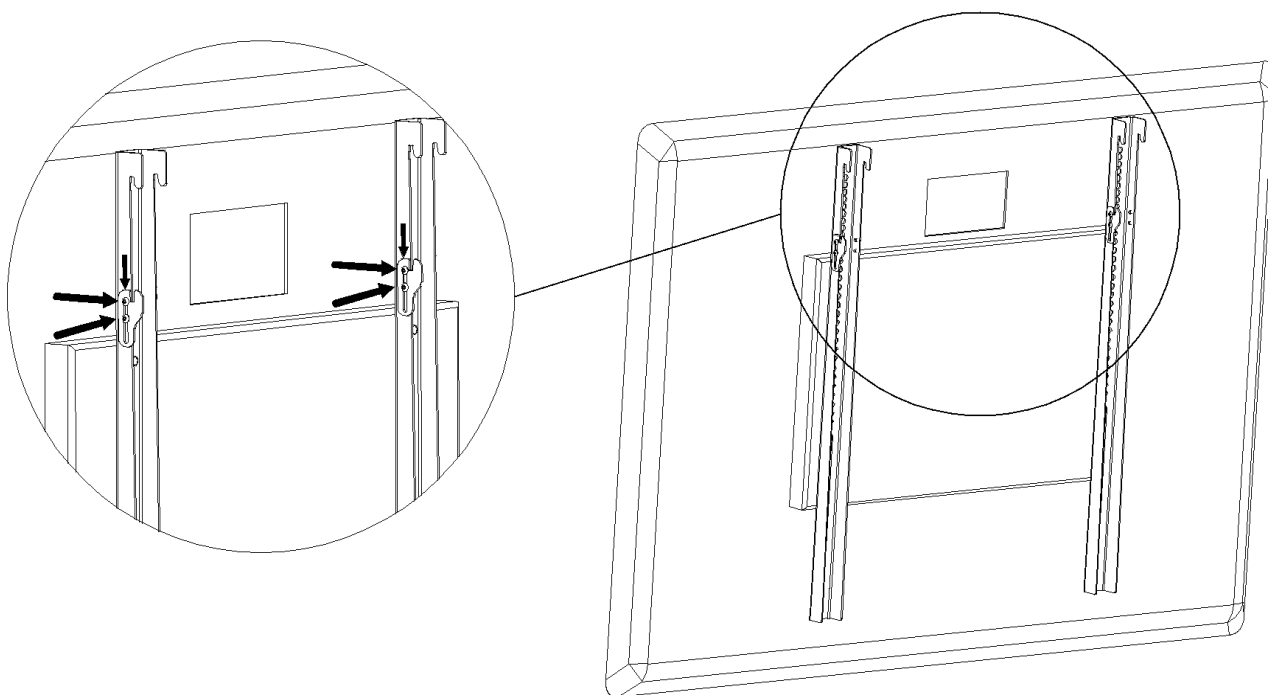

Fig.8
8. Poluzuj dolne uchwyty belek pionowych, Rys. 8